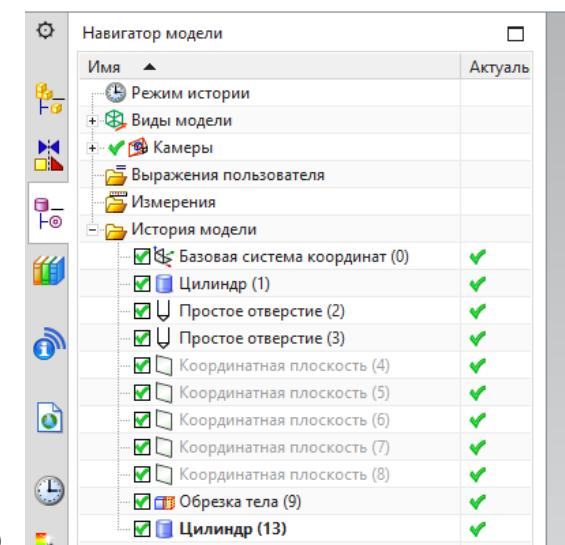

Рисунок 22 – Дерево построения модели (способ 3)
9. Проверьте дерево построения модели, оно должно соответствовать рис.22